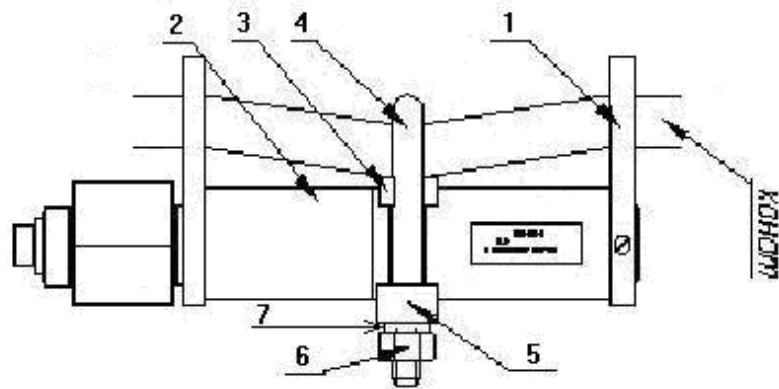

Рис. 1. Внешний вид датчика силы ИВЭ-50-2  $R_{ном}=10$  тс и  $R_{ном}=20$  тс.
4.1. Датчик ИВЭ-50-2  $R_{ном}=10$  тс и  $R_{ном}=20$  тс показан на рис. 1. Датчик монтируется на неподвижном конце талевого каната таким образом, что последний оказывается изогнут между крайними неподвижными упорами 1 и средним упором 3. Средний упор 3 жестко закреплен на упругом элементе 2. На канате датчик фиксируется скобой 4, которая зажимается двумя гайками 6 через планку 5.